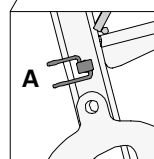

Fig. A7.30a
5. Retirer la broche rabattable (66.7) de la position A. (Fig. A7.30a)